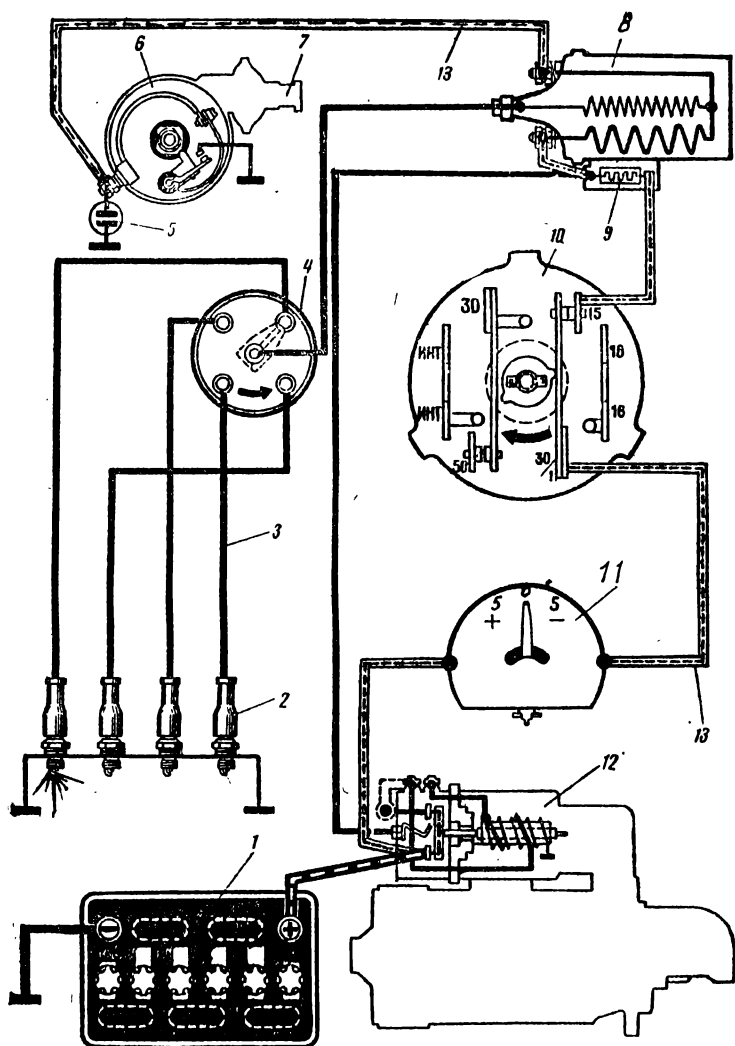

Рис. 13
Задание 44. I. Какое назначение в системе батарейного зажигания имеет индукционная катушка? Какой цифрой она обозначена на рис. 13?
II. Каково назначение в системе батарейного зажигания добавочного резистора? Какой цифрой он обозначен на рис. 13 и где расположен в системе зажигания автомобиля?
VIII. Назовите деталь, отмеченную на рис. 13 цифрой 4.
IX. Какая деталь обозначена на рис. 13 цифрой 6?
Задание 45. I. Какая цепь (низкого или высокого напряжения) проходит от плюсовой клеммы аккумуляторной батареи 1 (рис. 13) к включателю стартера 12, через амперметр 11, провода 13, сомкнутые контакты включателя зажигания 10, добавочный резистор 9, первичную обмотку катушки зажигания 8, провод 13 и контакты прерывателя 6?
II. Какая деталь системы зажигания обозначена цифрой 5 на рис. 13? Как она включена в цепь контактов прерывателя?
III. Какой прибор системы зажигания на рис. 13 обозначен цифрой 11? Для чего он предназначен, как включен в цепь тока низкого напряжения?
IV. Какому двигателю (количество цилиндров) соответствует схема системы зажигания, изображенная на рис. 13?
V. В каком из ответов правильно указан путь тока высокого напряжения на рис. 13?
VI. Как называется прибор системы зажигания, обозначенный цифрой 7 на рис. 13?